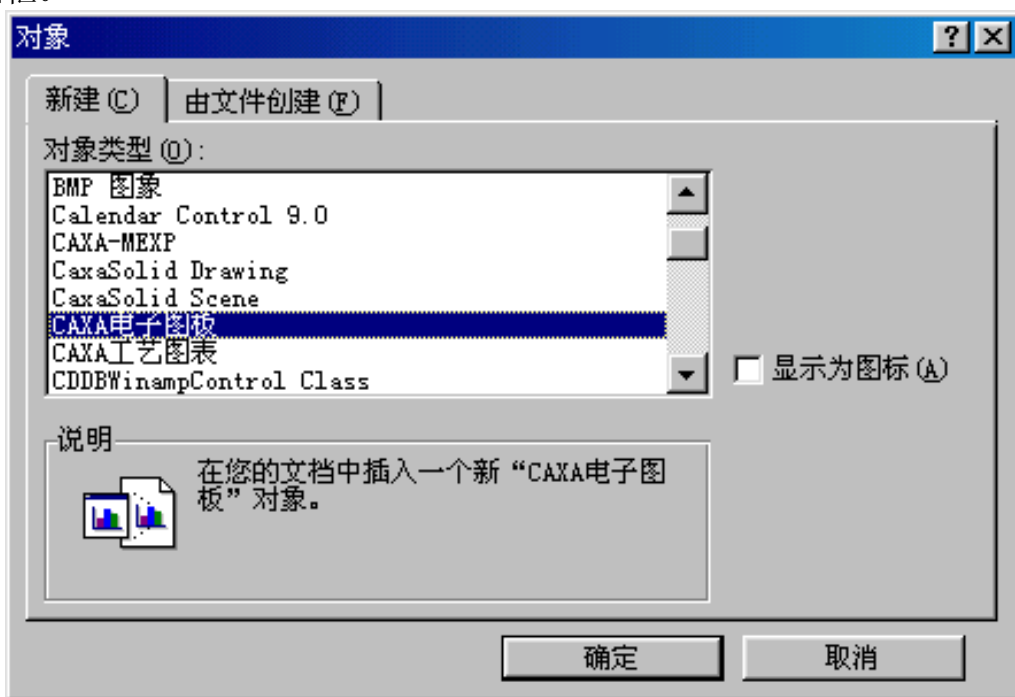

图 18-26
2. 在主菜单中的【插入】菜单中选择【对象】选项，弹出如图 18-26 所示的对话框。